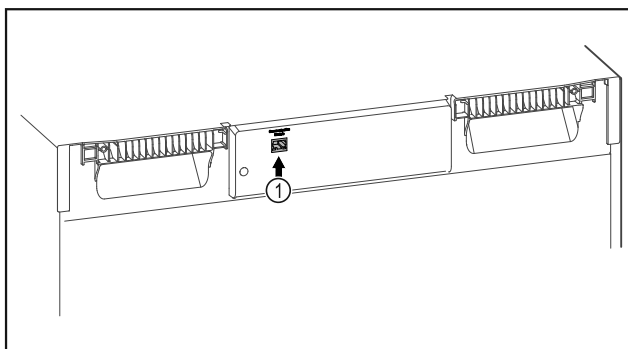

Fig. 149
□ SmartModule Fig. 149 (1) встановлено.